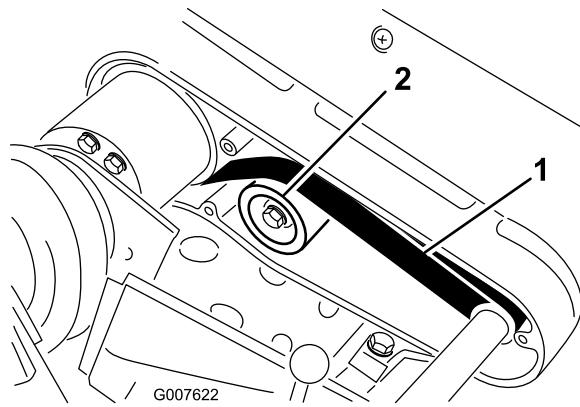

Figura 32
- Verificate la tensione premendo sulla cinghia (Figura 32) al centro tra le pulegge, applicando una forza di 2,3–2,7 kg. La cinghia deve curvarsi di 6 mm.
- Allentate il dado di fissaggio della puleggia tendicinghia e ruotate la puleggia in senso orario verso il retro della cinghia, fino a ottenere la tensione desiderata (Figura 32).